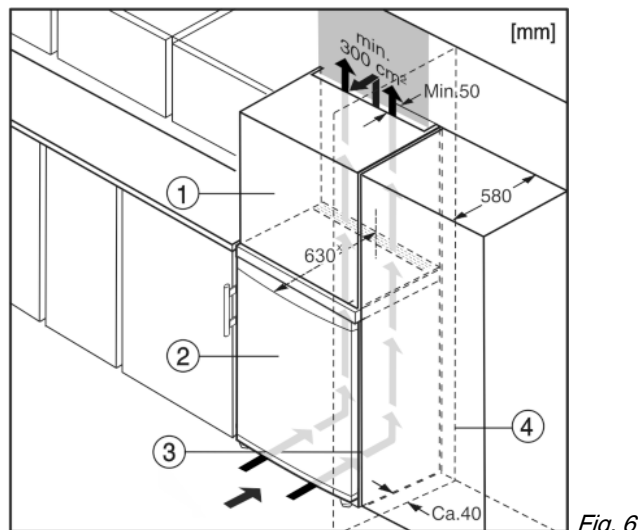

Fig. 6
- (1) Дополнительный шкафчик
(2) Устройство
(3) Кухонный шкаф
(4) Стенка
Устройство может быть окружено кухонными шкафами. Чтобы уравнять устройство Fig. 6 (2) по высоте с кухонной стенкой, можно установить над устройством дополнительный шкафчик Fig. 6 (1).*
При комбинировании с кухонными шкафами (глубина макс. 580 мм) устройство можно установить непосредственно рядом с кухонным шкафом Fig. 6 (3). Устройство выступает сбоку на 34 мм* и по центру на 50 мм* относительно передней стенки кухонного шкафа.*
Если устройство установлено на шарнирах у стены Fig. 6 (4), то расстояние между устройством и стеной должно быть не менее 40 мм. Настолько выступает ручка при открытой дверце.